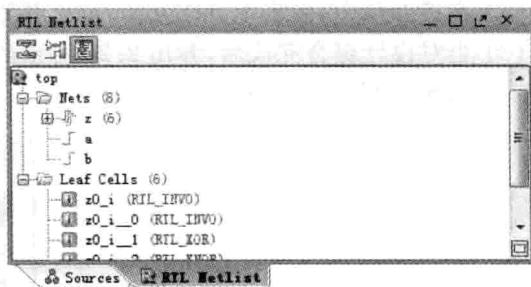

图 2.23 查看 RTL 级网表
(6) 查看 RTL 级网表。如图 2.23 所示,在源窗口内,选择 RTL Netlist 标签。可以看到网表逻辑结构。